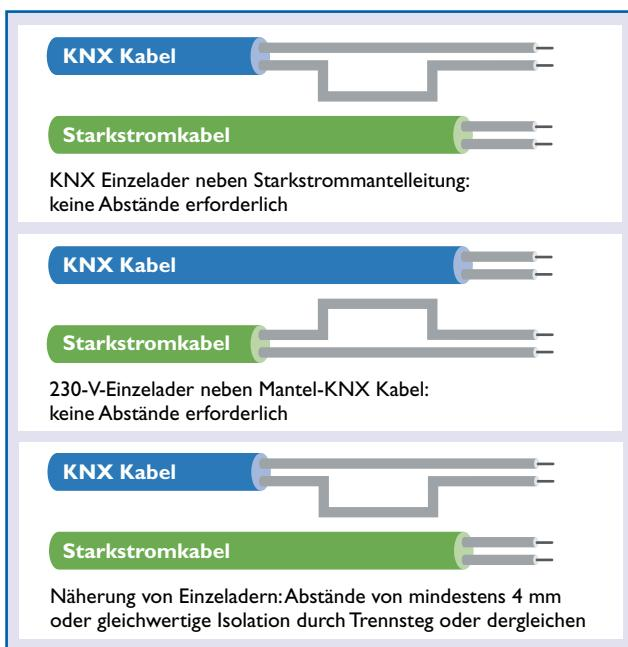

Bild 17. Näherung zwischen Leitungen und Einzeladern
Besondere Überlegungen erfordert die Installation überall dort, wo das Busleitungsnetz mit dem 230-V-Netz in Berührung kommen könnte, z.B. • im Verteilerschrank bei allen 230-V-Aktoren und der KNX Spannungsversorgung oder • in Abzweigdosen, wenn sowohl die Busleitung als auch die 230-V-Leitung verzweigt wird. Generell gilt, dass zwischen der Busspannung und dem 230-V-Netz eine doppelte Isolierung mit einer Prüfspannung von 4kV bestehen muss. Bild 17 zeigt das Ergebnis dieser Überlegung beim Absetzen der einzelnen Kabel.
- Berührungen von Starkstrom- und Busleitungsadern sind entsprechend Bild 17 z.B. durch entsprechende Leitungsführung bzw. Befestigung zu vermeiden.